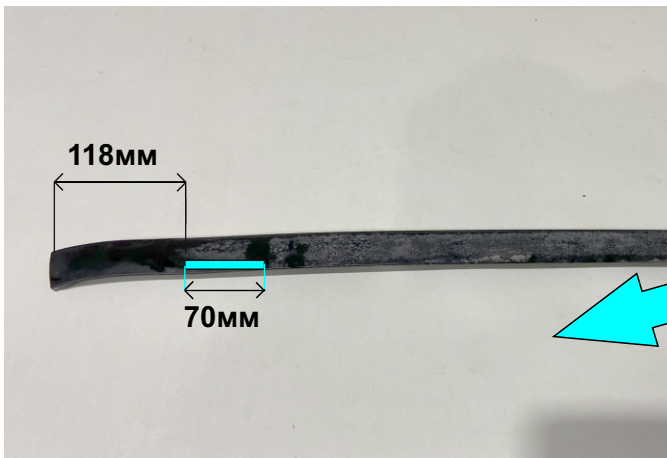
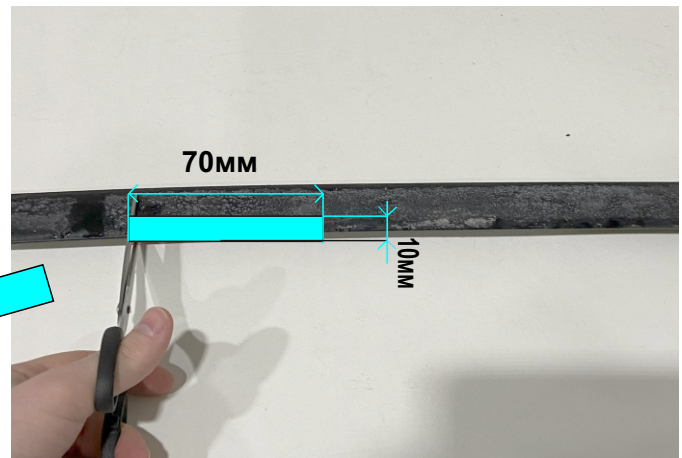

Рис. 8
Рис. 9
7. Снимите уплотнитель с крыши. На уплотнителе отметьте будущее расположение углубления для лапки (поз.8, поз.9), как показано на рис.8. Обрежьте уплотнитель и удалите небольшую часть (70x10 мм), как показано на рис.9.